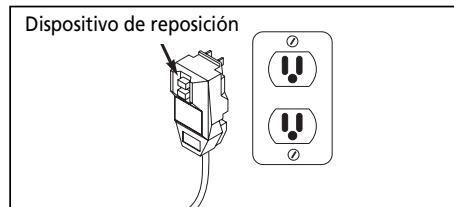

Figura 6 - Enchufe con tierra/botón de reposición
1. Enchufe el cable de corriente eléctrica a un tomacorriente con tierra de 120V y presione el botón de reposición como se muestra en la Figura 6.